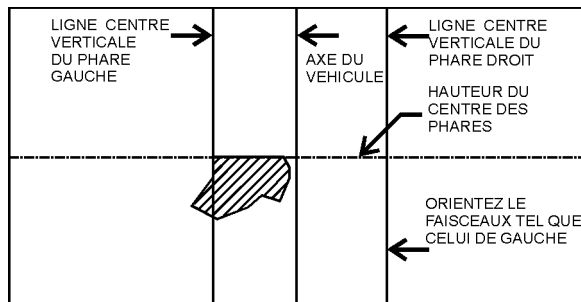

FIGURE 95 : POSITIONNEMENT CORRECT SUR L'ÉCRAN DE LA ZONE LONGUE PORTÉE DES FEUX DE CROISEMENT
5. Les feux de croisement sont orientés de sorte que le bord supérieur (le seuil) de la zone longue portée est à la position verticale selon le tableau 1 et le bord gauche de la zone longue portée est sur l'axe vertical du phare (Figure 95).